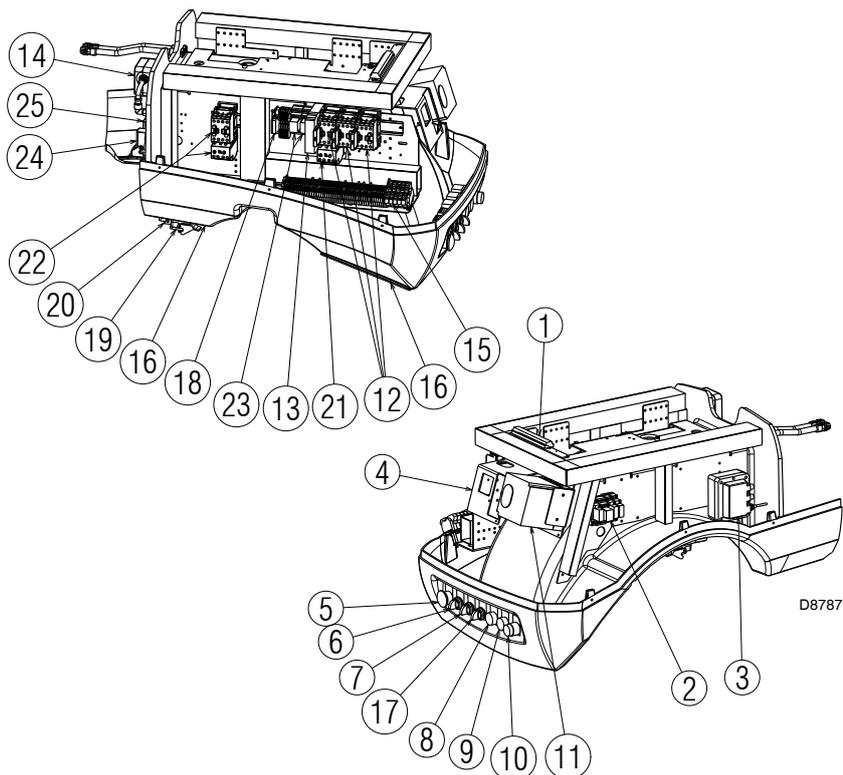

Fig. 6
- ▶ 控制盒锁定：如果控制盒11) (图.6) 启动按钮 (红色 led) 和复位按钮 10) (图.6) 亮起，指示燃烧器在锁定状态。如需要复位，按下启动按钮 10) (图.6)。